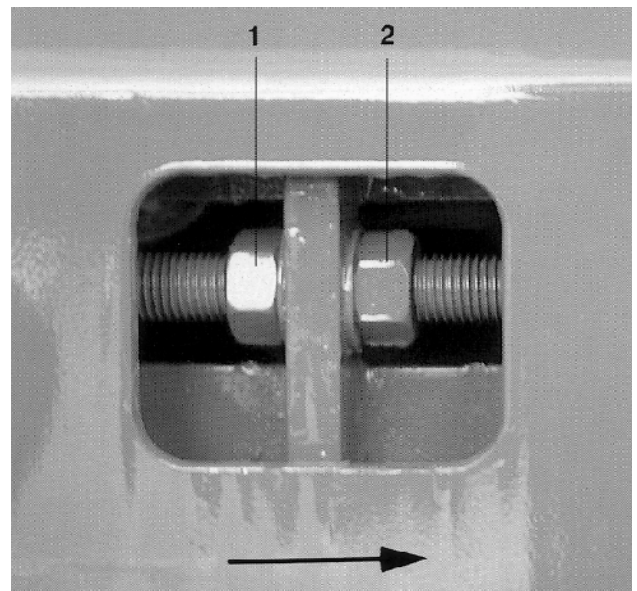

Fig. 61
1. in Fahrtrichtung gesehen (siehe Pfeil) beidseitig hintere Kontermuttern (Fig. 61/1), durch Linksdrehen lösen.
2. in Fahrtrichtung gesehen (siehe Pfeil) beidseitig Skt.-Muttern (Fig. 61/2) gleichmäßig nach links drehen.
Der Verstellweg der Skt.-Mutter (Fig. 61/2) muss auf beiden Seiten des Bandbodens gleich groß sein. Beide Skt.-Mutter (Fig. 61/2) nicht mehr als 1/2 Schlüsselumdrehung verdrehen. Kontermuttern festziehen und prüfen, ob das Förderband wieder gleichmäßig angetrieben wird.